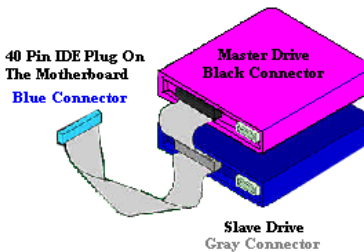

図 2-10 ATA/66 ケーブルの接続方法
- 黒いコネクタをマスターHDD のプラグに差し込みます。次にグレイのコネクタをスレーブドライブ（セカンダリ HDD、CD-ROM、テープドライブなど）のプラグに差し込みます。図 2-10 を参照してください。